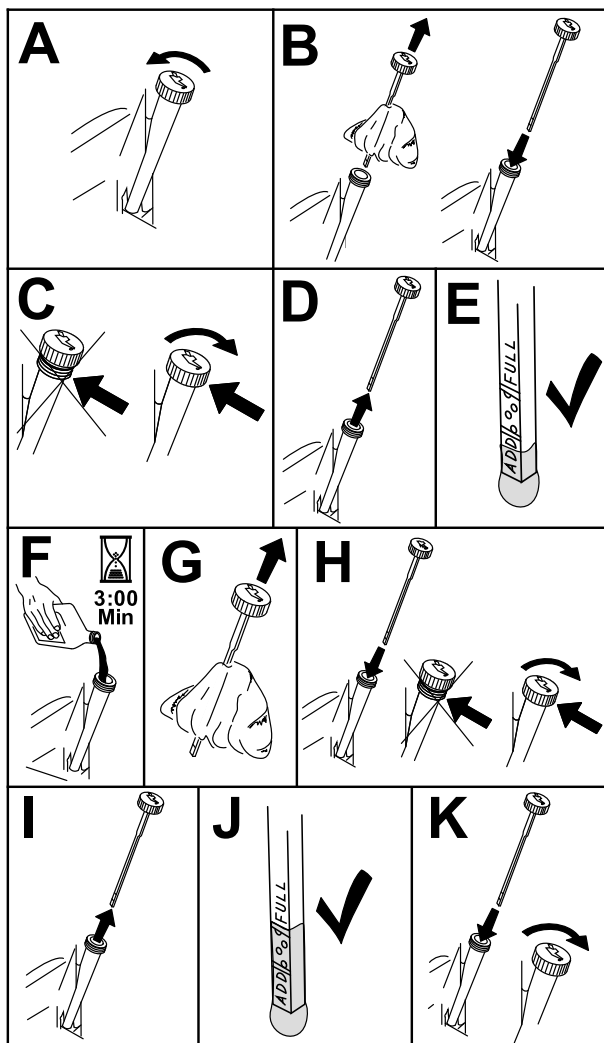

Figura 43
3. Para que no entre suciedad, recortes de hierba, etc., en el motor, limpie la zona alrededor del tapón de llenado/varilla de aceite antes de retirarlo (Figura 43).